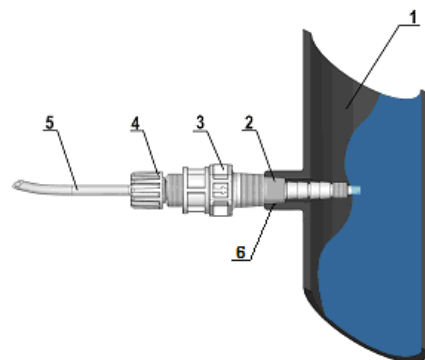

Abb. 7 - Montage Verbindungsstück
Sowohl bei der Druck- als auch bei der Saugleitung sind übermäßige Biegungen zu vermeiden, um Engpässe in der Leitung selbst zu verhindern. An der Leitung der zu behandelnden Anlage an einer für die Einspritzung des Produktes geeigneten Stelle einen 3/8"- oder 1/2"-Gasanschluss mit Innengewinde montieren. Dieser Anschluss ist nicht im Lieferumfang inbegriffen. Das Einspritzventil mit PTFE-Band in den „Dichtungsanschluss“ schrauben, siehe Abb. 7. Den Schlauch (5) am konischen Anschluss des Einspritzventils (3) anschließen und mit dem zugehörigen Ring (4) fixieren. Das Einspritzventil (3) hat auch die Funktion eines Rückschlagventils.